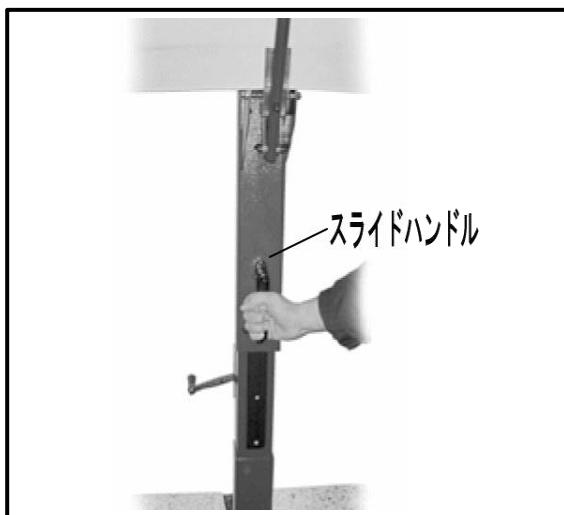

図.8
- ① スライドボックスのハンドルを握り、ゆっくりと上にスライドさせます。(図.8)
- ② 止めたい任意の位置のあたりで、スライドボックスのセンター ボタンを押しながら、1~2cm 上下にスライドさせます。
- ③ その際に左のサイドボタンが突出すれば固定が完了されます。
- ④ 傾斜角度を変更する場合、スライドボックス横のサイドボタンを押して、固定を解除してください。
- ⑤ ②の動作を繰り返すことにより傾斜角度を調整することができます。